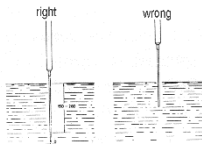

Fig. 7
- * Para una lectura precisa de T2 con sonda de temperatura para líquidos (Fig. 7).